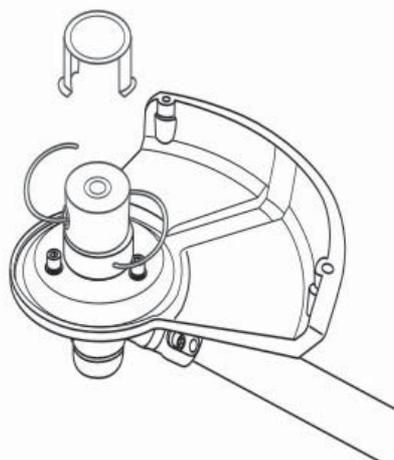

Fig. 9
4. Remettre le couvercle (1) (Fig. 9).